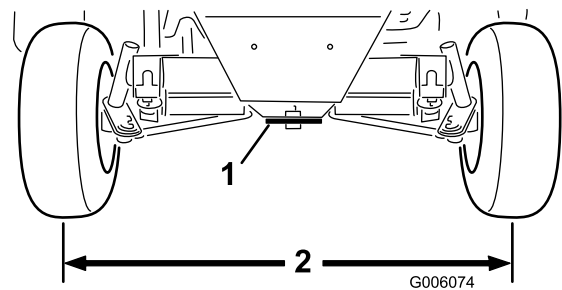

Figure 57
2. Desserrez les écrous de blocage sur les deux biellettes. Réglez les biellettes jusqu'à ce que l'entraxe soit égal à l'avant et à l'arrière des roues arrière (Figure 57).